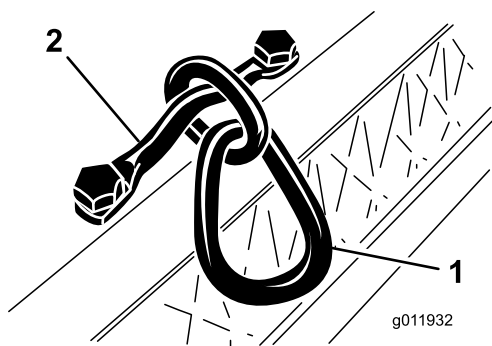

図 7
2. キャップスクリューを 34-40 N·m 3.7-4.6 kg.m = 25-30 ft-lb にトルク締めする 図 7。